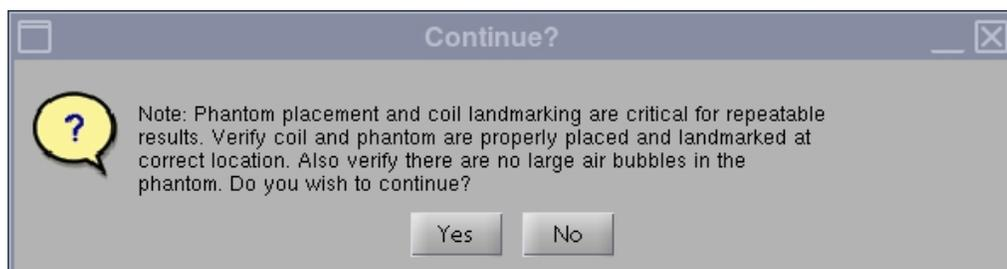

Figura 4
3. Dopo l'avvio, comparirà la nota "Phantom placement and coil landmarking are critical for repeatable results" (Il posizionamento del fantoccio e la definizione della posizione della bobina sono fondamentali per ottenere risultati ripetibili). Se i punti di riferimento sono stati impostati correttamente e non vi sono bolle d'aria nel fantoccio, fare clic su **[Yes]** (Sì) per continuare (Figura 4).